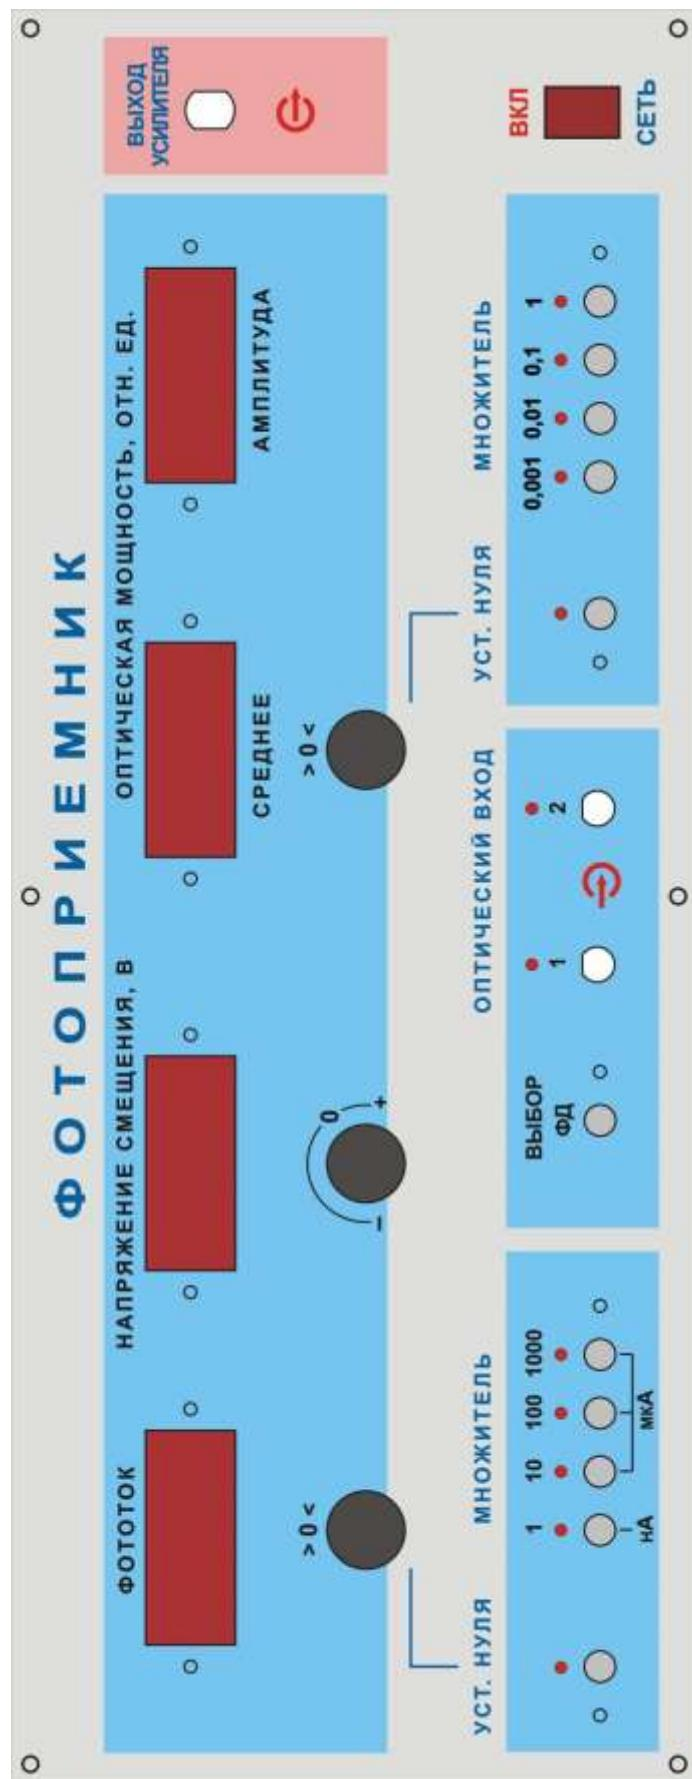

Рис. 3.
9. Фотоприемник ФП. Его лицевая панель изображена на рис.3.